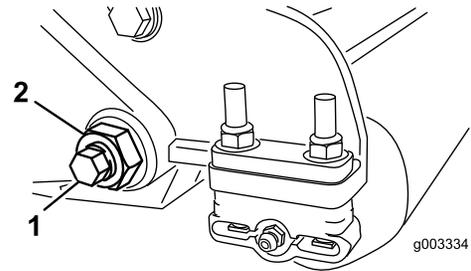
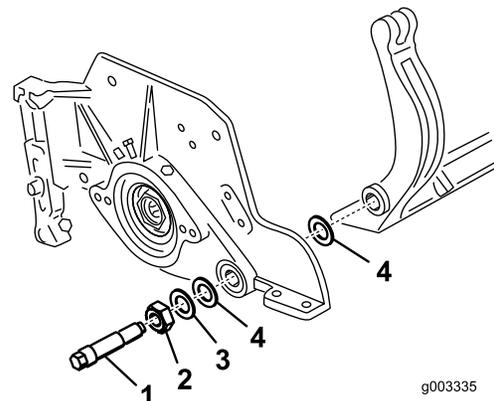

Bild 31
Bild 32
3. Lösen Sie an jeder Seite der Maschine die Sicherungsmutter, mit der die Schraube des Untermesserträgers befestigt ist (Bild 31).
4. Nehmen Sie jede Schraube des Untermesserträgers ab, damit der Untermesserträger nach unten gezogen und von der Maschinenschraube entfernt werden kann (Bild 31). Bewahren Sie die zwei Nylonscheiben und die Scheibe aus gestanzten Stahl an jedem Ende des Untermesserträgers auf (Bild 32).
- Legen Sie eine Stahlscheibe außen auf jede Nylonscheibe (Bild 32).
Ziehen Sie die Schrauben des Untermesserträgers bis auf 27-36 N m an. Ziehen Sie die Sicherungsmuttern an, bis sich die Stahlscheibe außen nicht mehr dreht und kein Spiel am Ende vorhanden ist, ziehen Sie jedoch nicht zu stark an oder verbiegen Sie die Seitenplatten. Die Scheiben innen können einen Abstand aufweisen (Bild 32).